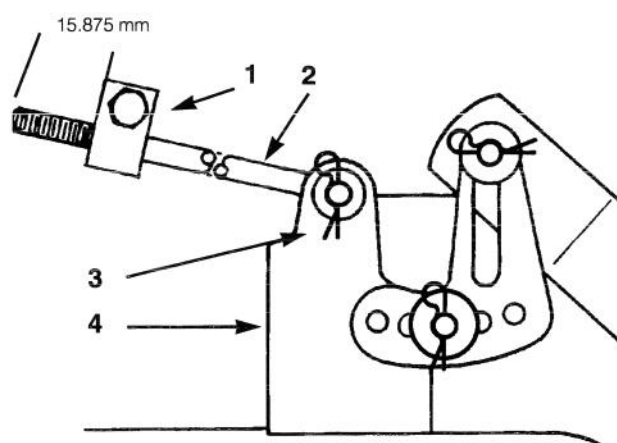

Figure 51
3. Contrôler l'inclinaison avant/arrière en mesurant la distance entre la base de la tondeuse (centre avant et centre arrière) et la surface plane (Fig. 51). Si l'avant de la tondeuse est plus bas de 4,762 mm que l'arrière, un réglage sera nécessaire; se reporter aux points 4–10.